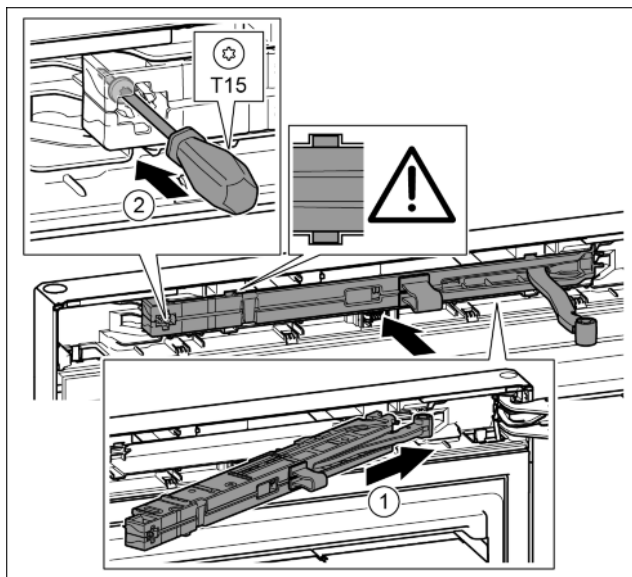

Fig. 25
- ▶ Під нахилом просуньте демпферний вузол з боку опорного кронштейна в отвір до упору. Fig. 25 (1)
- ▶ Закрутіть гвинт за допомогою викрутки T15. Fig. 25 (2)